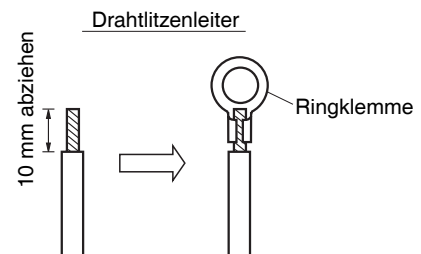
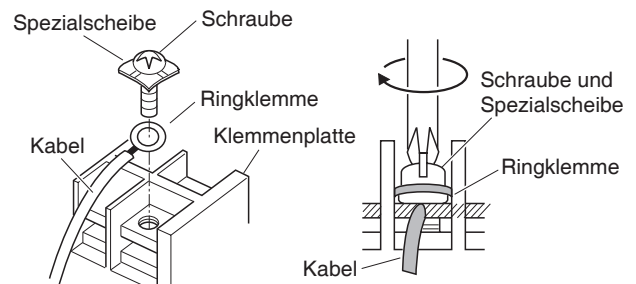

Abb. 4-5
Abb. 4-6
- (1) Das Ende des Kabels mit einem Seitenschneider abtrennen, dann die Isolierung abziehen, um ungefähr 10 mm der Litze freizulegen; danach die Enden der Litze verdrehen (Abb. 4-5).
- (2) Unter Verwendung eines Kreuzschlitz-Schraubendrehers die Klemmschraube(n) an der Klemmenplatte entfernen.
- (3) Mit Hilfe eines Ringklemmen-Werkzeugs oder einer Klemmenzange die Ringklemme fest an jedem freigelegten Kabel-Ende anbringen.
- (4) Die Ringklemme aufschieben, dann die vorher abgenommene Klemmschraube mit dem Schraubendreher wieder festziehen (Abb. 4-6).